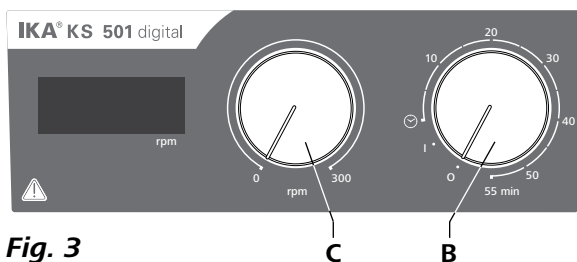

Fig. 3
- ☞ For at tænde for apparatet drej drejeknappen „**Til/fra**“ og „**Timer**“ (**B**, se Fig. 3) med uret til position „**1**“.
- ☞ Indstil motorens omdrejningstal med reguleringsknappen „**Omdrejningstal**“ (**C**, se Fig. 3). Motorens omdrejningstal kan sættes til 0 til 300 rpm.